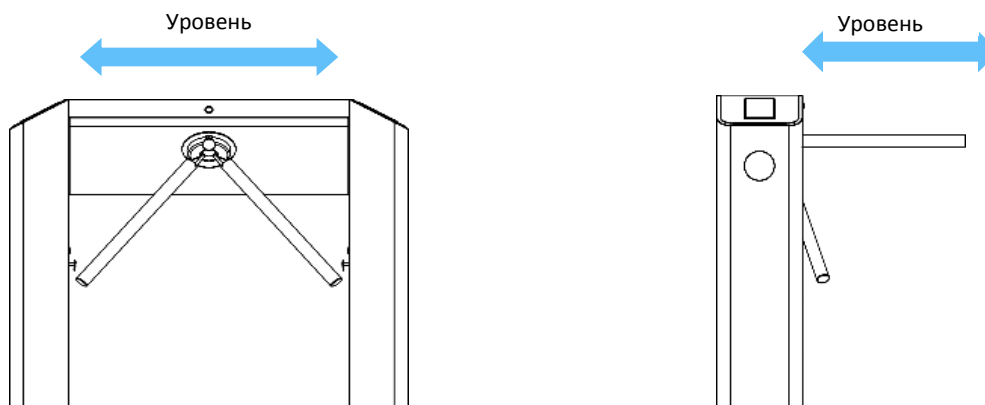

Рисунок 8
3. Установите турникет на монтажное основание и затяните винты. Используйте фиксирующий клей и прокладки с винтами для регулировки наклона турникета. Турникет должен быть установлен ровно (см. Рисунок 8).